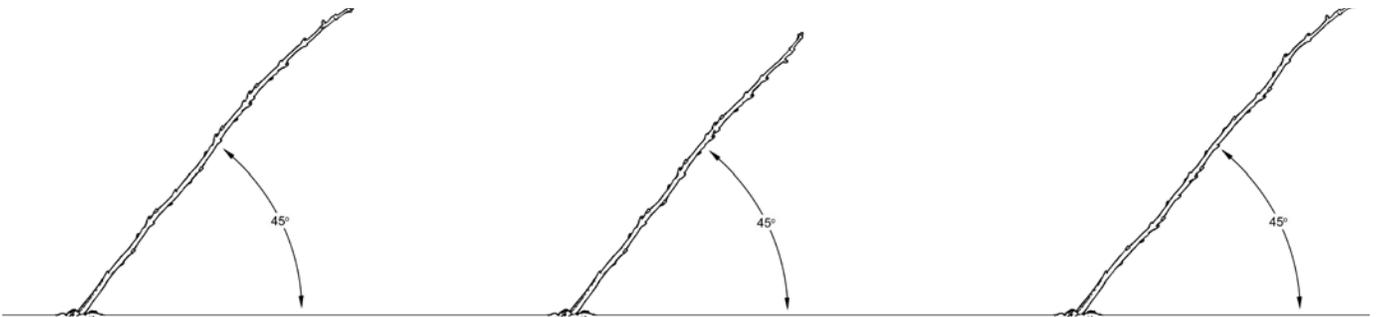

Figura 64
- Plante los árboles con un ángulo de 45 grados, orientando el terminal hacia el sur (si está en el hemisferio norte) o hacia el norte (si está en el hemisferio sur) (Figura 64). De esta manera se reduce la posibilidad de que el tronco se quemé por el sol durante el periodo de establecimiento. Nota importante: No plante los árboles en vertical para luego doblarlos hasta un ángulo de 45 grados.